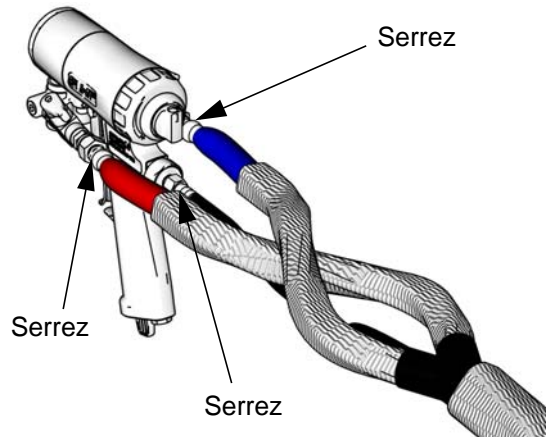
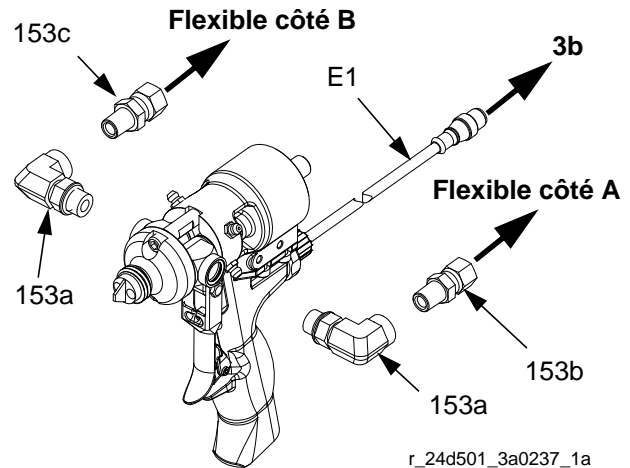

FIG. 1 : Pistolet Fusion
FIG. 2 : Kit 24D501 de vanne MD2
1. Assemblez les flexibles des composants A et B sur les raccords du pistolet ou du collecteur du pistolet comme indiqué dans la FIG. 1 et la FIG. 2.
REMARQUE : utilisez un kit de raccord chimique (153) pour toutes les vannes MD2. Consultez la FIG. 2.